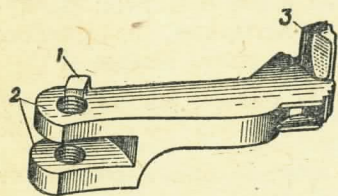

Рис. 10. Дверца:
12. Дверца (рис. 10) служит для открывания и закрывания камер барабана и для ограничения поворота барабана в левую сторону.